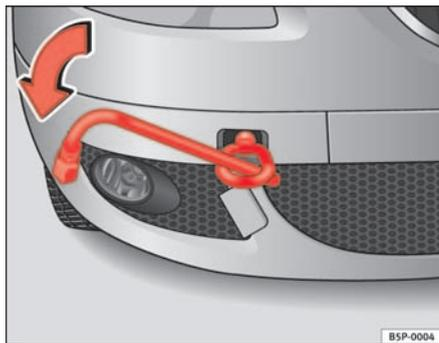

Fig. 194 Face avant, côté droit
- Vissez l'œillet de remorquage dans le taraudage en le tournant dans le sens de la flèche vers la *gauche* jusqu'en butée à l'avant ⇒ fig. 194 ou à l'arrière ⇒ fig. 195.